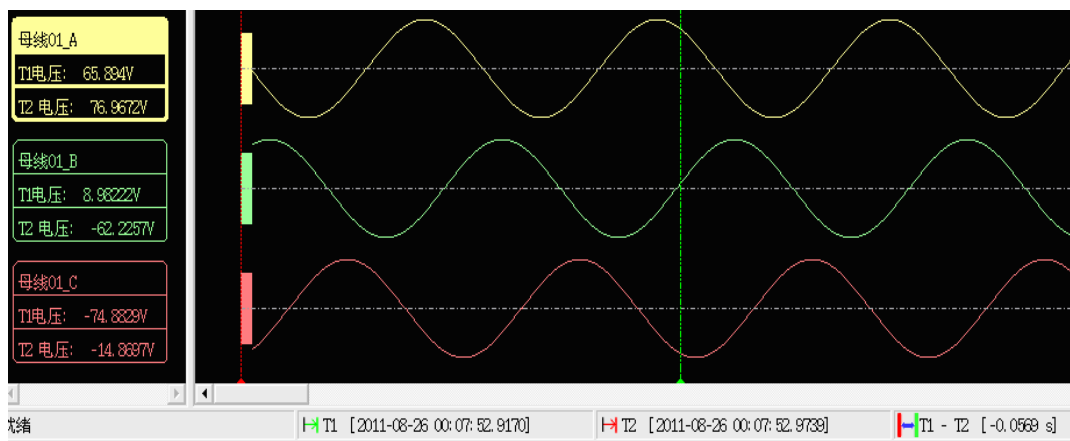

图 4-15 标线间显示图
- 标线间显示：在图形区域中单击鼠标右键，选择标线间显示菜单，此时图形区域中将显示放大后的标线间波形。如图 4-15 所示：